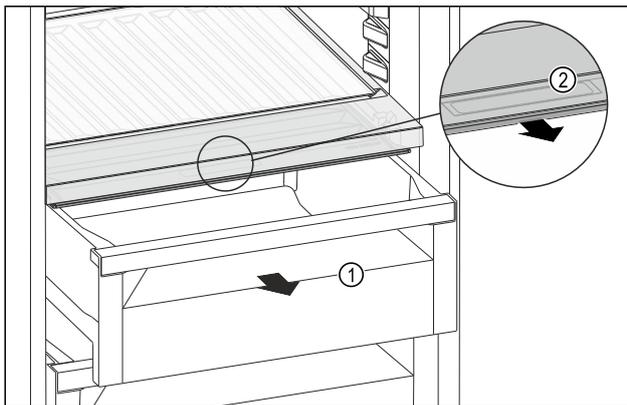

Fig. 107
- ▶ Extraer el compartimento Fig. 107 (1).
- ▶ Agarrar el tirador empotrado Fig. 107 (2) en la tapa del compartimento y tirar de la tapa del compartimento hacia adelante al mismo tiempo.